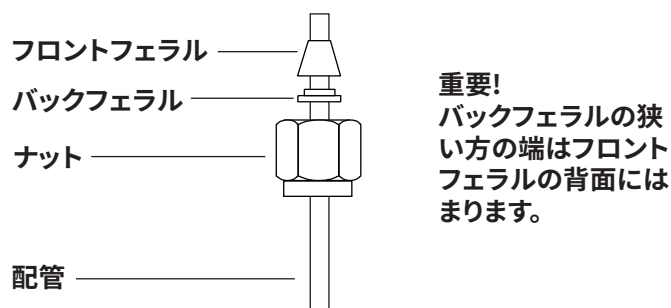

図 14. Swagelok ナットおよびフェラル
- 1 図 14 に従って、Swagelok ナット、バックフェラル、およびフロントフェラルを配管に通します。